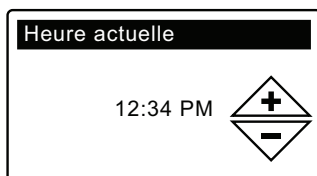

FIG. 17
- 5. HEURE ACTUELLE** Appuyez sur le bouton BAS (▼) ou HAUT (▲) pour régler l'heure (cf. Figure 17). Maintenez le bouton enfoncé pour faire défiler rapidement. Vérifiez que la période indiquée est correcte (AM ou PM). L'horloge sera en format 24 heures si vous avez choisi les unités métriques à l'étape 3.